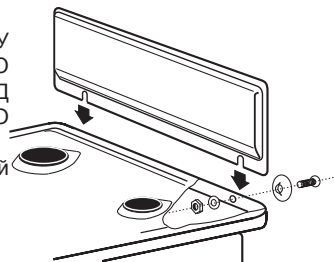

Рис.13
- Щиток (при наличии) закрепляется перед установкой плиты (рис.13).